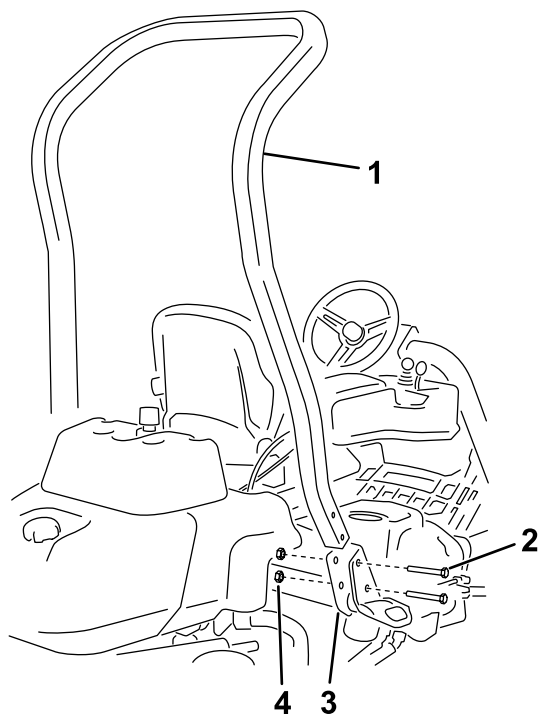

図 3
3. ROPS ブラケットに ROPS バーを取り付けるボルト $\frac{1}{2}$ " x $3\frac{3}{4}$ " 4本、フランジナット $\frac{1}{2}$ " 4個を使って 図3のように取り付ける。